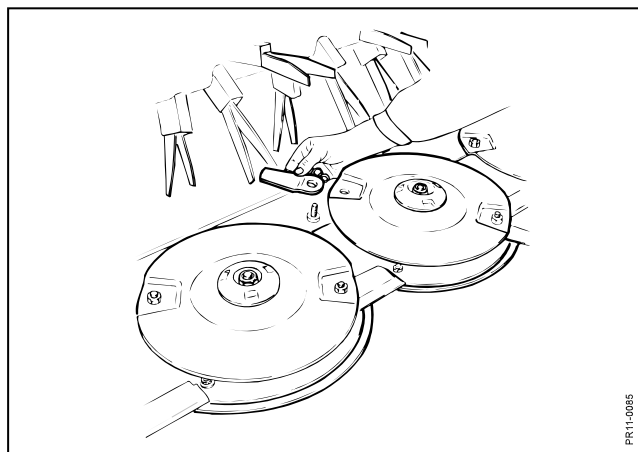

Fig. 5-10
**Fig. 5-10** Pour obtenir un travail satisfaisant, **il est important que les couteaux et les contre couteaux soient en bon état et tranchants.** Remplacement des couteaux: démonter le boulon et les sortir hors du disque. Cela s'effectue facilement lorsque le couteau est devant afin que le boulon puisse tomber à l'extérieur à travers le trou du protecteur de pierres. Retirer l'ancien couteau et monter le nouveau avec le boulon. Les couteaux peuvent être utilisés sur les deux faces en les interchangeant d'un disque à un autre tournant en sens inverse.